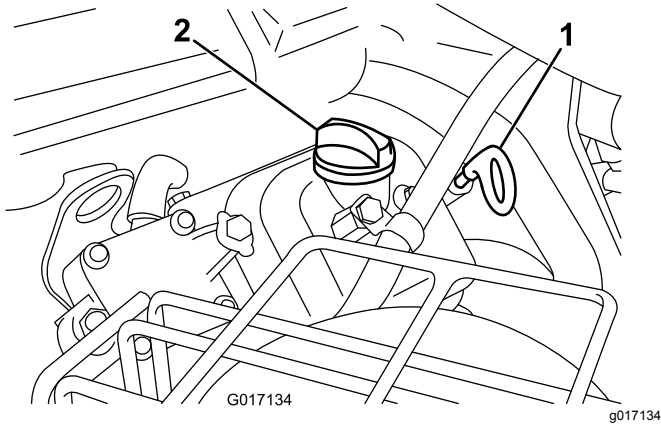

Bild 42
- Führen Sie den Peilstab in den Füllstutzen wieder ein und schrauben Sie den Peilstab auf den Füllstutzen auf (Bild 42).